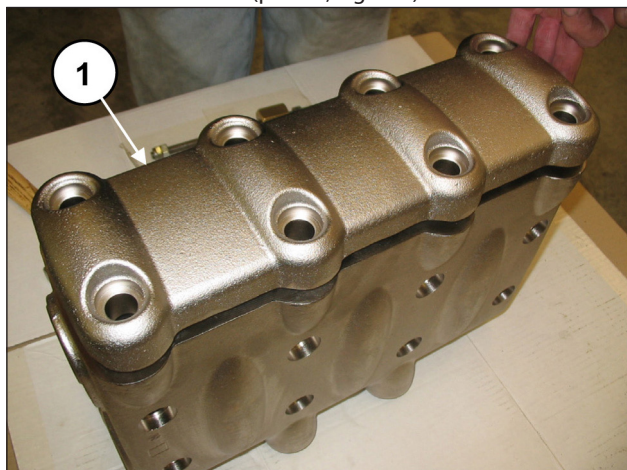
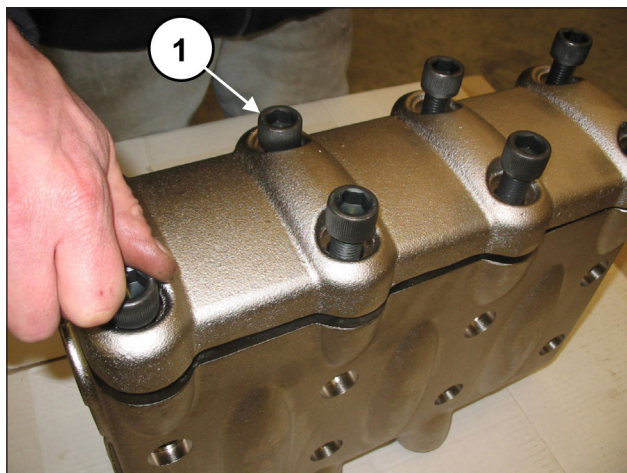

Fig. 105
Fig. 106
Dopo aver terminato il montaggio dei gruppi valvola e del tappo valvola applicare il coperchio valvole (pos. ①, Fig. 105) e avvitare le 8 viti M16x55 (pos. ①, Fig. 106).